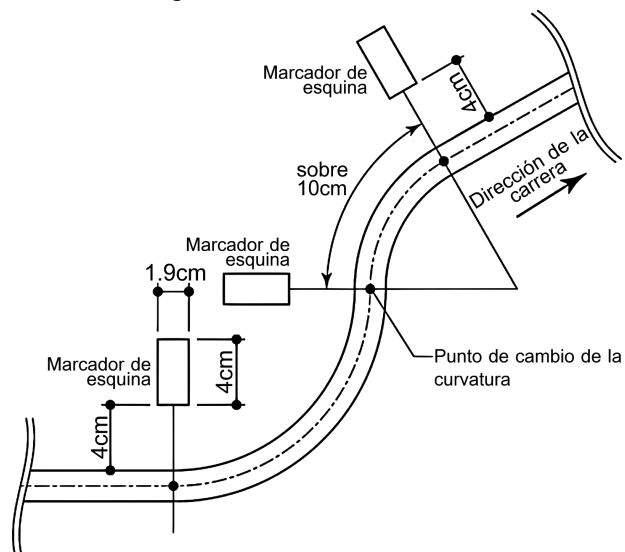

Figura 2: Cambios de curvatura y marcadores de esquina
- 4.4. El radio mínimo del arco de curvatura es de 10 [cm]. La distancia al punto de cambio de curvatura es sobre 10 [cm] (Ver Figura 2).
- 4.9. Donde hay cambios de curvatura hay marcadores de esquina al costado izquierdo de la línea del recorrido (Ver Figura 2).
- 4.11. En algunos casos, los arcos de curvatura aparecen continuamente. (Ver Figura 2)